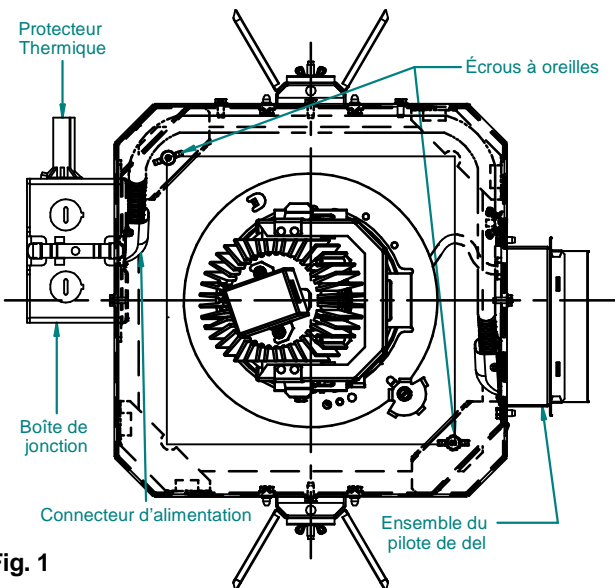

Fig. 1
3. Si l'alignement de l'ouverture carrée est requis, desserrer les deux (2) écrous à oreilles avec la garniture retirée. Aligner l'ouverture. Serrer les écrous à oreilles. (Voir fig. 1 et 2)